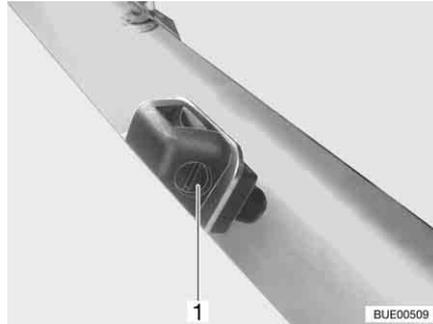

Fig. 43 Gicleur lave-glace
- Avec un tournevis adéquat, tourner la vis de réglage (Fig. 43,1), jusqu'à obtenir la position souhaitée.